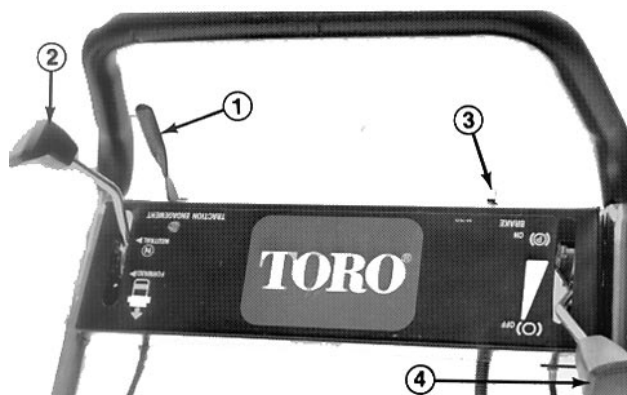
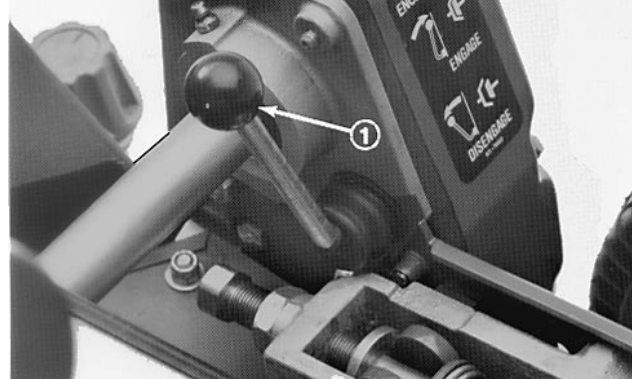

Bild 12
Bild 13
Fahrtriebshebel (Bild 12)—Rechts vorne an der Bedienungstafel. Der Hebel hat zwei Stellungen: NEUTRAL und VORWÄRTS. Wird der Hebel vorwärts gedrückt, schaltet sich der Antrieb ein.
Ein-/Aus-Schalter (Bild 12)—Links hinten an der Bedienungstafel. Der Motor wird durch Stellen des Schalters auf ON [Ein] gestartet und auf OFF [Aus] zum Stillstand gebracht.
Dienst-/Feststellbremse (Bild 12)—Links vorne an der Bedienungstafel. Mit Hilfe der Bremse lässt sich die Fahrgeschwindigkeit der Maschine reduzieren oder die Maschine zum Stillstand bringen. Die Bremse kann gleichfalls als Feststellbremse benutzt werden. Durch Rückwärtsziehen des Hebels über die mittige Stellung hinaus wird die Feststellbremse aktiviert.
Gashebel (Bild 12)—Rechts hinten an der Bedienungstafel. Dieser Hebel hat zwei Stellungen: SLOW [Langsam] und FAST [Schnell]. Die Motordrehzahl lässt sich zwischen beiden Einstellungen stufenlos regeln.
Spindelantriebshebel (Bild 13)—An der rechten vorderen Ecke der Maschine. Dieser Hebel hat zwei Stellungen: ENGAGE [Eingeschaltet] und DISENGAGE [Ausgeschaltet]. Zum Einkuppeln des
1. Sicherstellen, daß Fahr- (Bild 12) und Spindelantriebshebel (Bild 13) in der AUSGESCHALTET-Stellung sind.
3. Den Ein-/Aus-Schalter auf EIN stellen (Bild 12).
4. Den Gashebel (Bild 12) auf SCHNELL stellen.